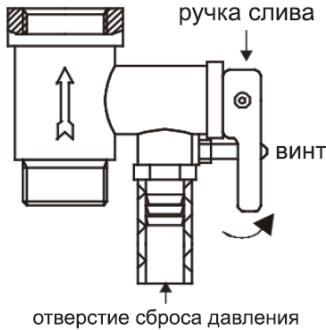

Рисунок 5
4. На входной патрубок, обозначенный голубым цветом и стрелкой направления течения воды, накрутите предохранительный клапан так, чтобы течение воды совпадало с направлением стрелки на корпусе клапана. На отверстие сброса давления предохранительного клапана (см. рисунок 5) оденьте дренажную трубку* для отвода воды (возможно появление при нагревании) в канализацию (трубу необходимо направить строго вниз, запрещено перегибать её).
6. Чтобы слить воду из внутреннего резервуара необходимо, воспользоваться предохранительным клапаном: открутить винт ручки слива предохранительного клапана и перевести ручку слива в верхнее положение, при этом кран выхода горячей воды должен быть открыт, а кран подачи холодной воды в водонагреватель должен быть перекрыт (см. рисунок 5). Из отверстия сброса давления предохранительного клапана потечет вода. Никогда не сливайте воду, если ее температура выше 50°C, т. к. это может привести к ожогам.